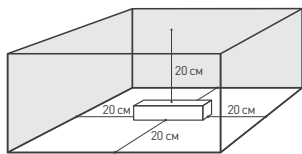

Рис. 1. Свободное пространство вокруг источника
- 4.3. Для естественной вентиляции обеспечьте не менее 20 см свободного пространства вокруг источника питания, как изображено на рис.1. При невозможности обеспечить свободное пространство используйте принудительную вентиляцию.